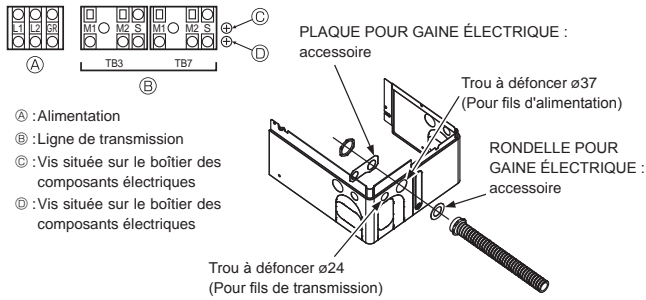

Fig. 6-1
6.2. Boîtier de commande et emplacement pour le raccordement des câbles (Fig. 6-1)
- Connectez la ligne de transmission de l'appareil intérieur au bloc de sorties de la ligne de transmission (TB3) ou connectez les fils entre les appareils extérieurs ou les fils du système de commande centrale au bloc de sorties de la commande centrale (TB7). Lorsqu'un câblage blindé est utilisé, connectez la terre blindée de la ligne de transmission de l'appareil intérieur à la vis (C) et connectez la terre blindée de la ligne reliant les appareils extérieurs et la ligne de transmission du système de commande centrale à la borne de blindage (S) du bloc de sorties (TB7) de la commande centrale. De plus, si le connecteur d'alimentation CN41 des appareils extérieurs a été remplacé par le connecteur CN40, la borne du blindage (S) du bloc de sorties (TB7) du système de commande central devrait également être raccordée à la vis (C) ou (D) à l'aide du câble existant.